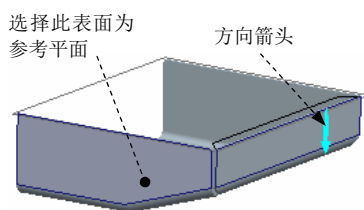
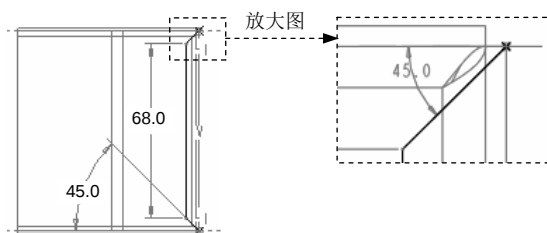

图 11.6.25 定义草绘方向
图 11.6.26 截面草图
(3) 定义钣金壁的形状。
① 在操控板中选择 **用户定义** 选项，在  后的文本框中输入角度值 90.0。
② 在操控板中单击 **形状** 选项卡，在系统弹出的界面中单击 **草绘...** 按钮，系统弹出“草绘”对话框，确认图 11.6.25 所示的箭头方向为草绘方向（如方向不一致，可单击对话框中的 **反向** 按钮切换箭头方向），然后选取图 11.6.25 所示的模型表面为参考平面，方向为 **底部**；单击 **草绘** 按钮，绘制图 11.6.26 所示的截面草图（图形不能封闭）。
(4) 定义折弯半径。单击角度文本框后面的  按钮；确认  按钮被按下，并在其后的文本框中输入折弯半径值 1，折弯半径所在侧为 。
(5) 在操控板中单击  按钮，完成平整特征 2 的创作。